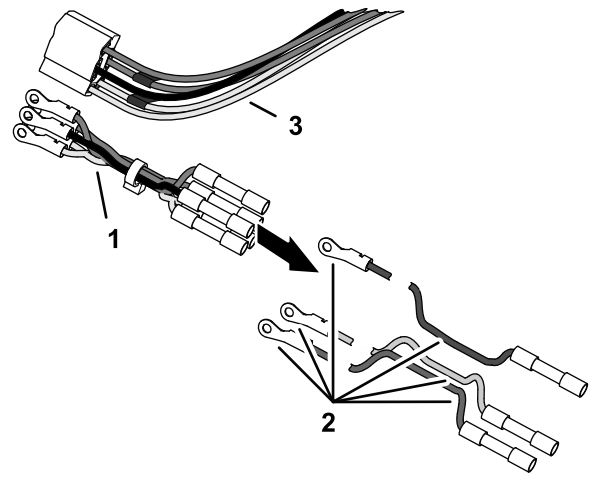

Figura 2
- Individuate i colori dei cavi dell'adattatore del cablaggio preassemblato non presenti nel cablaggio preassemblato della macchina in corrispondenza del connettore a 5 vie dell'interruttore della PDF (Figura 2).